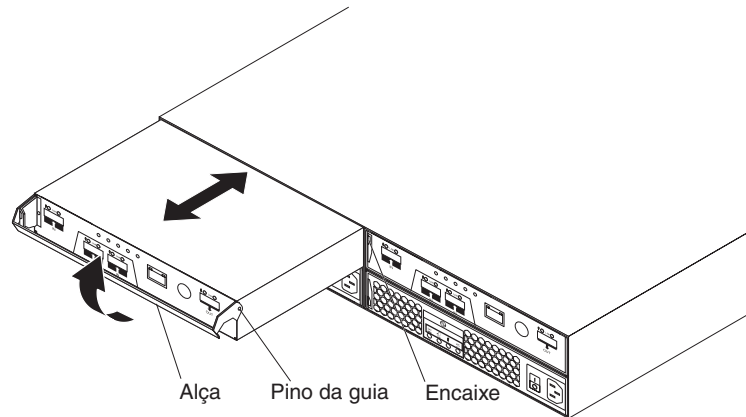

Figura 67. Removendo e Recolocando um Controlador
- b. Certifique-se de que os pinos da guia na lateral do controlador sejam ajustados nos encaixes do chassi do DS3400. Consulte Figura 67 na página 107.